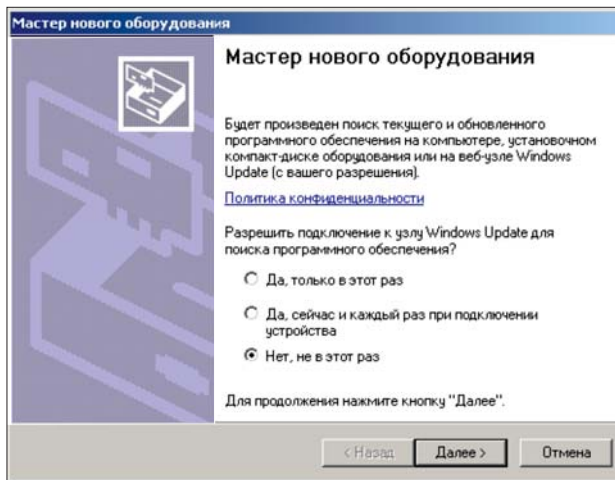

Рис. 3.1
7. После того, как устройство установлено. Появится диалоговое окно "Мастера установки нового оборудования". Рис. 3.1.
15. После завершения установки, если не закрылись диалоговые окна "Мастера нового оборудования", закройте их, нажав в окне кнопку "Отмена". Рис. 3.1.